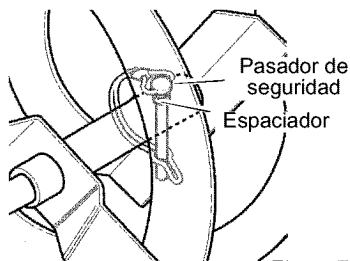

Figura 72
3. Alinee el agujero de la barrena con el agujero del eje de la barrena. Instale el nuevo **pasador de seguridad** y **espaciador**. Figura 72.